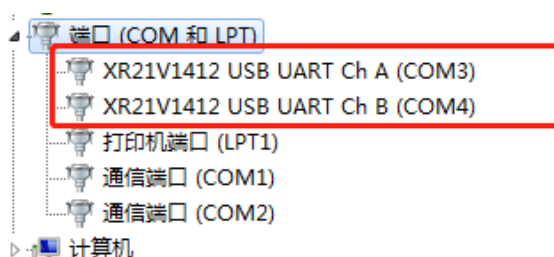

图 2-3 设备管理器 COM 口界面
3、安装成功后，插上 Dongle 打开设备管理器确认驱动是否安装成功，如图 2-3.